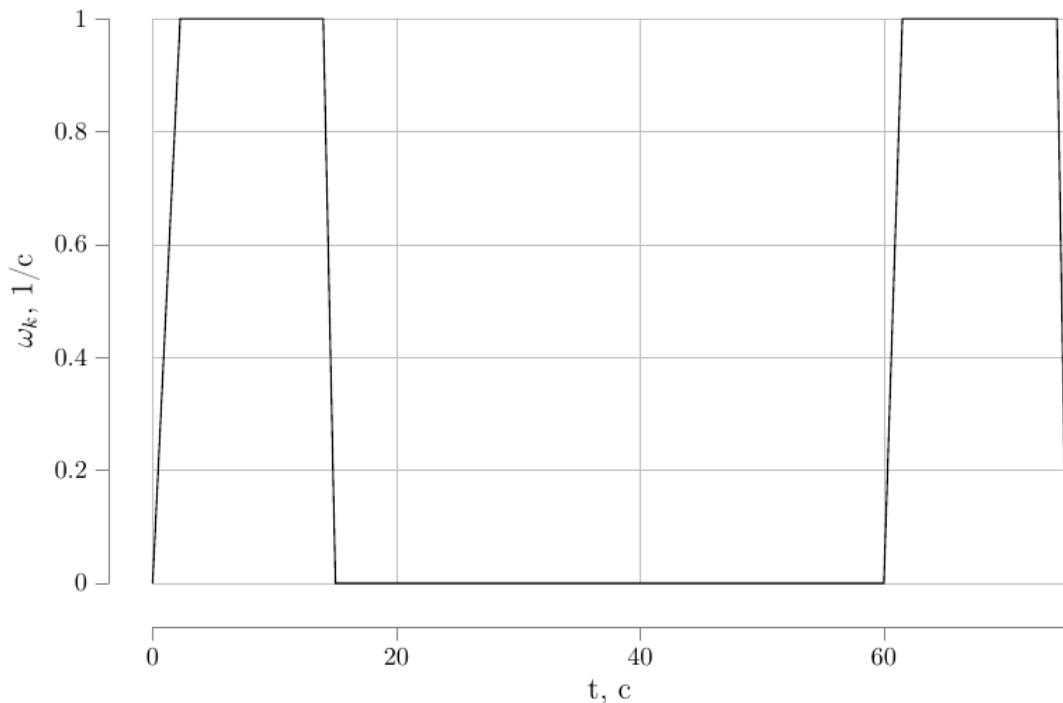

Рисунок 8.1 - Приклад діаграми швидкості.
1. Швидкість $\omega(t)$ — трапецієподібна форма (рис. 8.1)